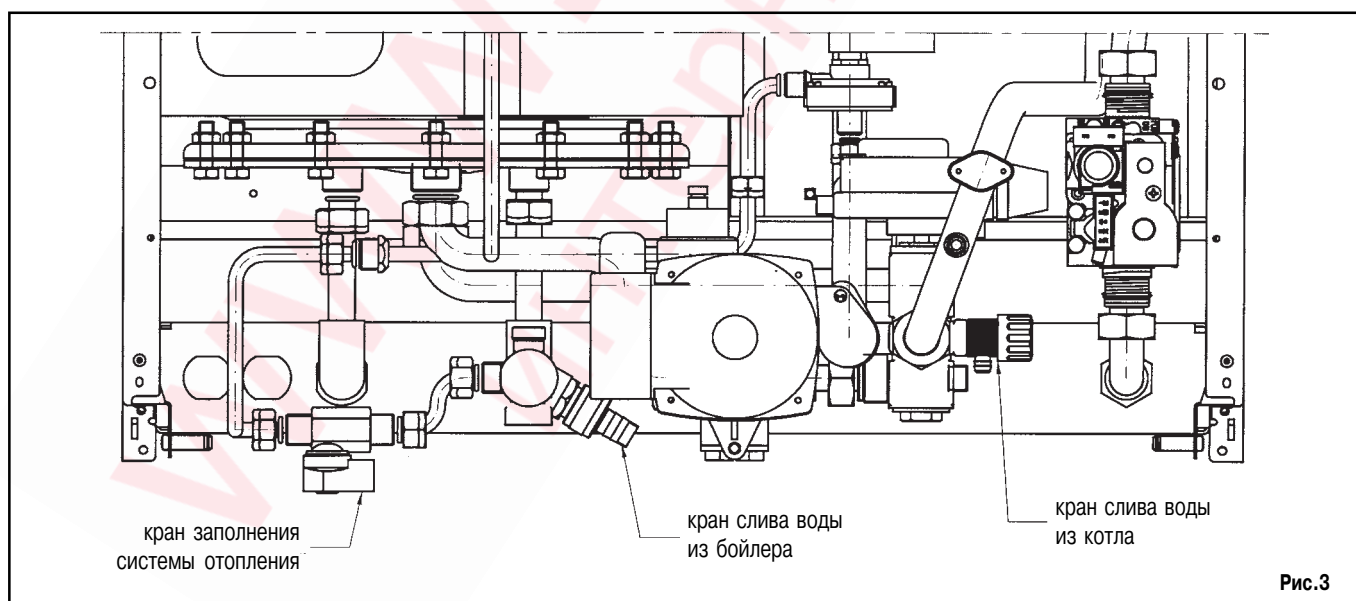

Рис.3
**⚠** Важная информация: регулярно проверяйте значение давления в системе отопления на манометре котла (рис.1, поз.14). Оно должно составлять 0,5-1 бар при холодном котле. В случае более высоких значений довести их до нормы при помощи краны слива. В случае более низких значений повысить давление до нужного при помощи крана заполнения котла (рис.3).